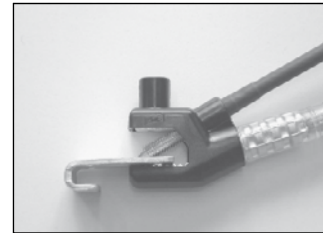

Bild 2a / Figure 2a
- a) Bei Verwendung der Erdungsklemme (**A**), kann je nach Lage der Erdungsschiene der flexible Drehgriff in der Stellung 1, (**Bild 2a**) oder Stellung 2 (**Bild 2b**) verwendet werden.
- a) In connection with the earthing terminal (**A**), the flexible rotating handle can be used in position 1, (**Figure 2a**) or position 2 (**Figure 2b**) depending on the position